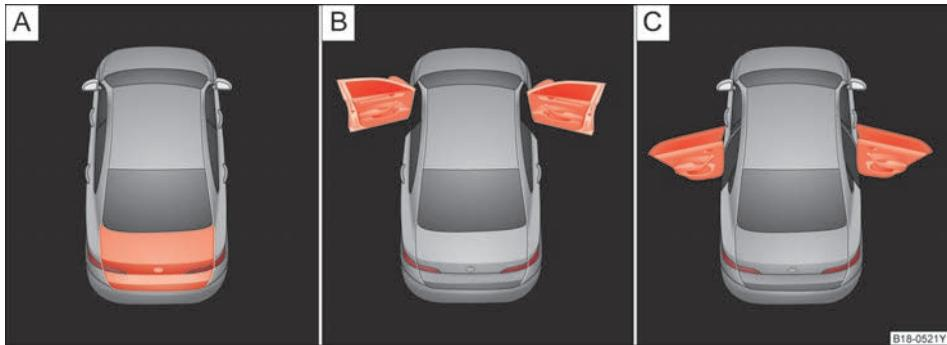

图 13 显示屏显示: [A] 行李厢盖处于打开状态, [B] 前车门处于打开状态, [C] 后车门处于打开状态
- 车门和行李厢盖未关闭⇒图 13
### ⇒图 13 说明